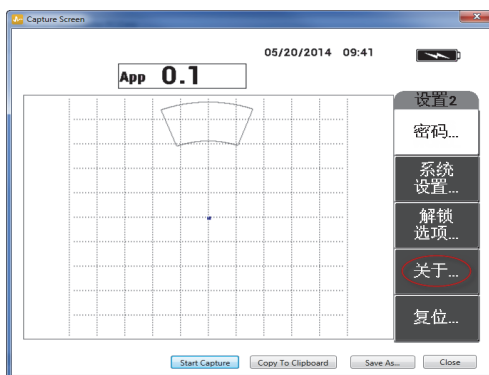

图 7-3 关于菜单
2. 按 **D** 键, 选择**关于**菜单 ( 参见第 173 页的图 7-3 )。